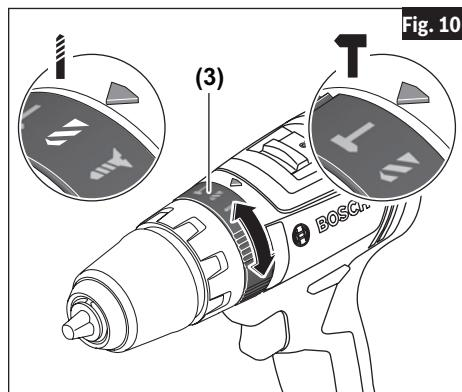

Fig. 10
El anillo selector (3) permite ajustar la herramienta para varias aplicaciones de taladrado y taladrado de percusión. Gire el dial selector hacia la derecha o hacia la izquierda, dependiendo de las aplicaciones que se indican a continuación (Fig. 10).